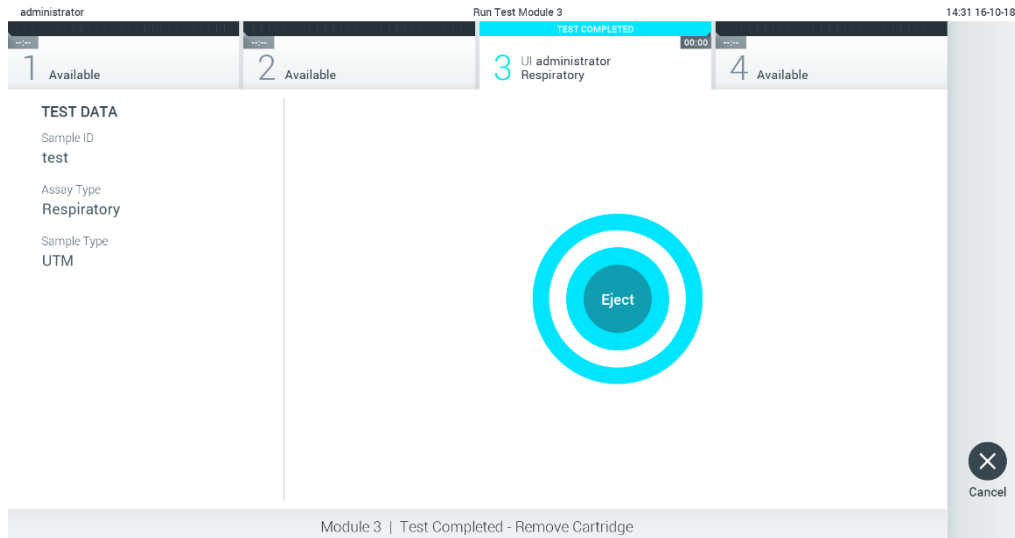

图 29. Eject (排出) 屏幕。
10. 测试运行完成后，将显示 Eject（排出）屏幕（图 29）。按下触摸屏上的 **Eject**（排出）按钮取出 QIAstat-Dx 检测试剂盒，并按照所有国家、州和当地健康和法规和法律，将其作为生物危险废弃物进行处置。